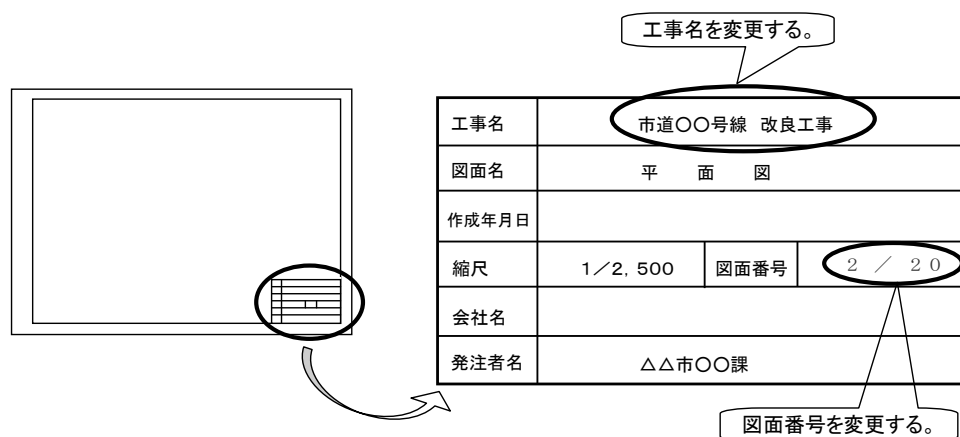

図 2-3 表題欄の工事名及び図面番号等の修正イメージ
- 「2.1.4. (1) CAD図面作成」に従って新規に作成した図面と過去の委託成果図面の順番を組み直し、図面の表題欄の工事名及び図面番号等を修正する。(図 2-3 参照)